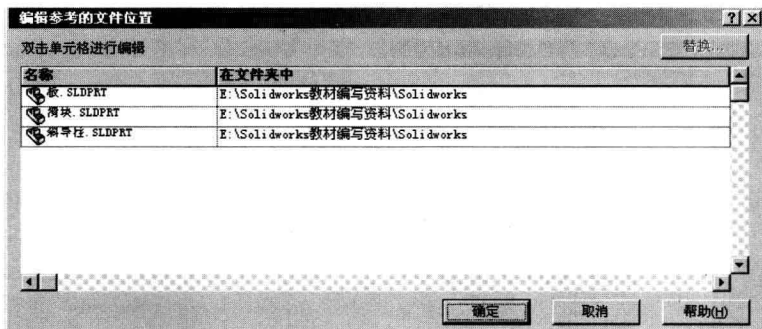

图 1-12 “编辑参考的文件位置”对话框
- 参考。单击“打开”对话框中的 **参考(R)...** 按钮,在系统弹出的“编辑参考的文件位置”对话框中显示被当前所选装配体或工程图所参考的文件清单,如图 1-12 所示,可以编辑所列文件的位置。